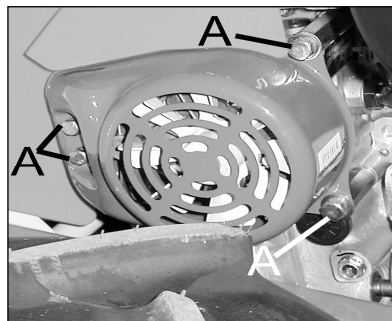
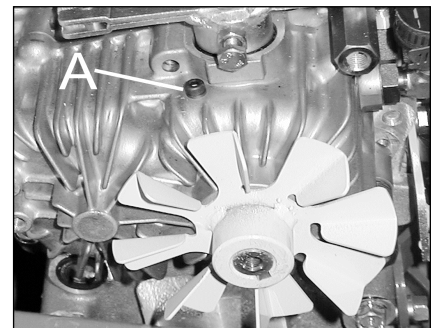

Figura 12
Figura 13
- Rimuovere la protezione del ventilatore svitando le 4 viti (A figura 12).
Svitare il tappo (A figura 12) del meccanismo di trasmissione idrostatica. Non appena l'olio esce dall'apertura privo di bolle (A figura 13), riavvitare il tappo.